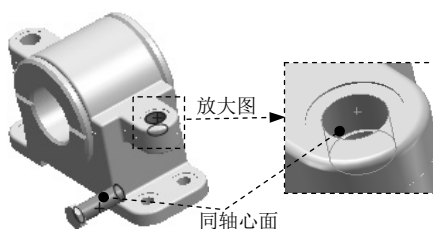

图 7.11.17 选取同轴心面
(1) 引入零件。选择下拉菜单 **插入(I)** → **零部件(P)** → **现有零件/装配体(E)...** 命令，在系统弹出的“打开”对话框中选取 bolt.SLDPRT，单击 **打开** 按钮；将零件放置于图 7.11.17 所示的位置。
(2) 添加配合，使零件定位。
① 选择下拉菜单 **插入(I)** → **配合(M)...** 命令，系统弹出“配合”对话框。
② 添加“同轴心”配合。选取如图 7.11.17 所示的两个面为同轴心面。